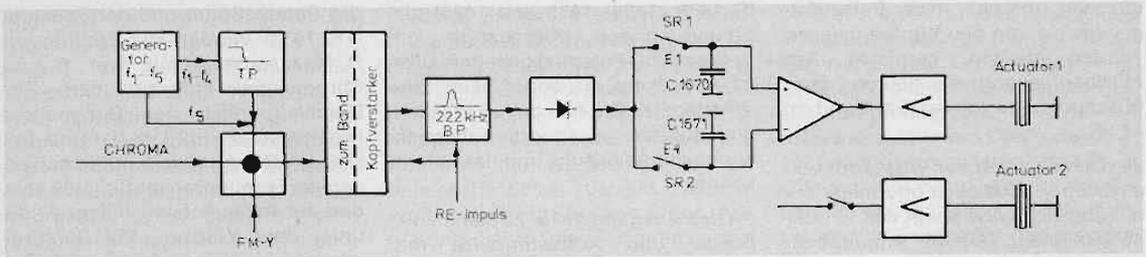

Bild 11 Blockschaltbild „Aufnahme“
a) Aufnahmeregelung (Blockschaltbild Bild 11)